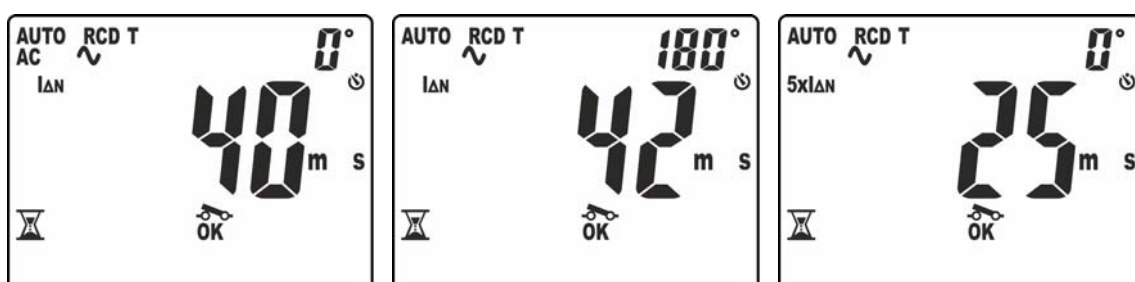

Abb. 32: Auslösezeit im Modus AUTO – Bildschirmseiten 1
10. Der erste Test wird mit Prüfstrom  $I_{\Delta n}$  und Polarität  $0^\circ$  durchgeführt. Das Ergebnis der Teilmessung erscheint im Display mit Angabe "OK" oder "NICHT OK" (siehe Abb. 32 – linke Seite). Das blinkende Symbol "🔌" gibt an, dass der RCD wieder eingeschaltet werden muss.
11. Der zweite Test wird mit Prüfstrom  $I_{\Delta n}$  und Polarität  $180^\circ$  durchgeführt. Das Ergebnis der Teilmessung erscheint im Display mit Angabe "OK" oder "NICHT OK" (siehe Abb. 32 – Mitte). Das blinkende Symbol "🔌" gibt an, dass der RCD wieder eingeschaltet werden muss.
12. Der dritte Test wird mit Prüfstrom  $5xI_{\Delta n}$  und Polarität  $0^\circ$  durchgeführt. Das Ergebnis der Teilmessung erscheint im Display mit Angabe "OK" oder "NICHT OK" (siehe Abb. 32 – rechte Seite). Das blinkende Symbol "🔌" gibt an, dass der RCD wieder eingeschaltet werden muss.